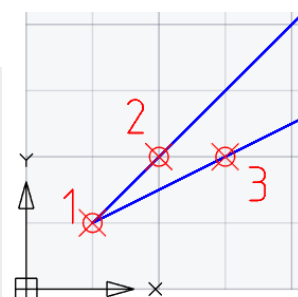

Рис. 3.72 Построение двух лучей
Команда **ЛУЧ** вычерчивает бесконечные линии (рисунок 3.72) от указанной точки (1) и в заданных направлениях путем указания второй точки (2) и последующих точек (3). Команда может быть активирована из командной строки, из меню *Черчение*→*Луч*, а также нажатием кнопки  на панели или палитре инструментов.